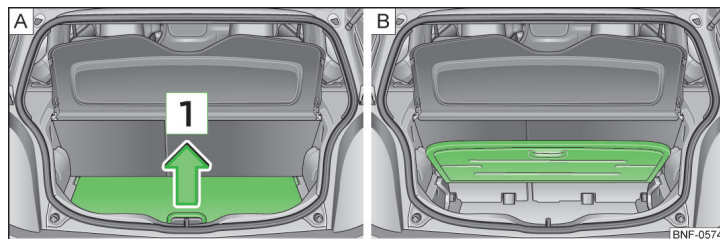

Bild 70 Variabelt lastgolv: öppna/fälla upp
- Fatta lastgolvet i handtaget [1] och lyft det ända upp i pilens riktning » bild 70 - [A].